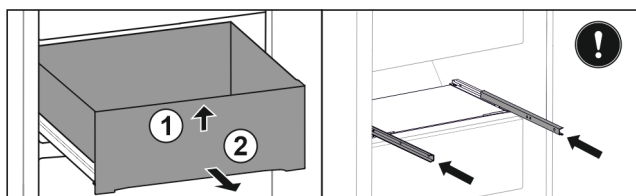

Fig. 125
- ▶ Nadzvedněte zásuvku vpředu. Fig. 125 (1)
- ▶ Vyjměte zásuvku dopředu. Fig. 125 (2)